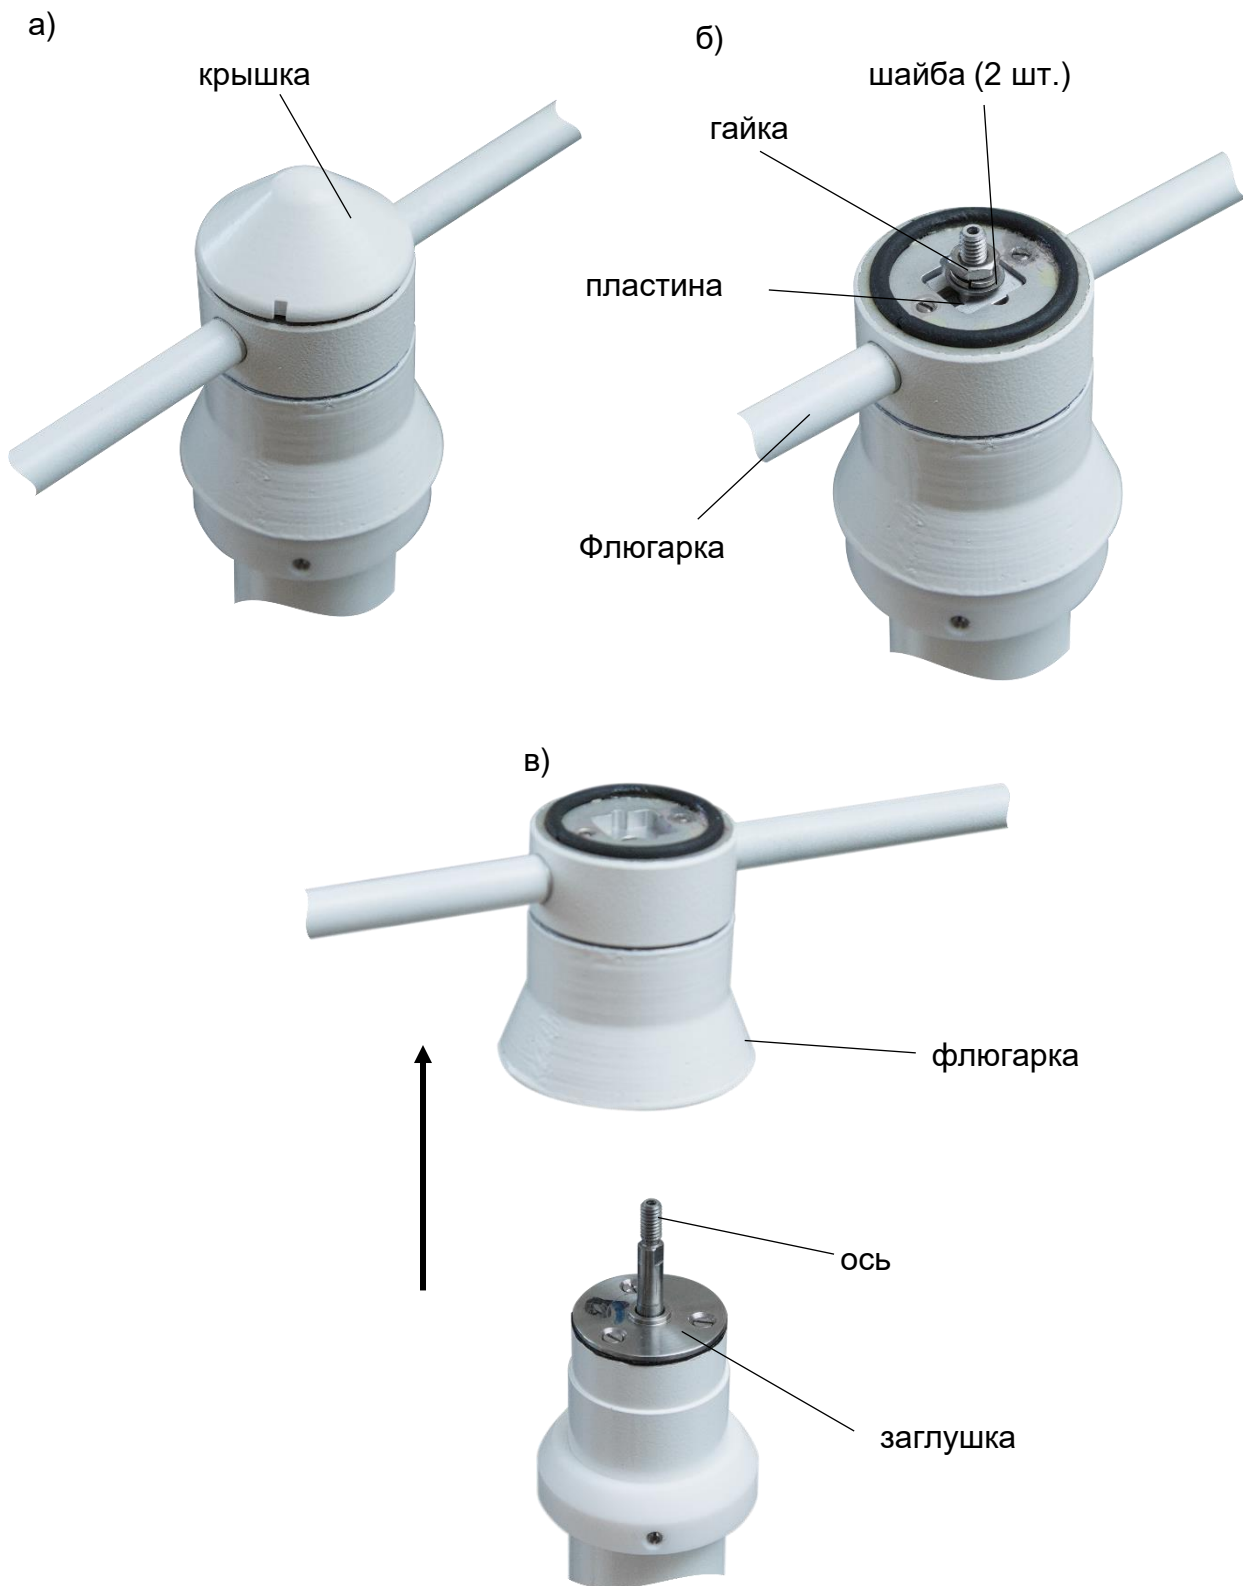

Рисунок 3.1 – Снятие флюгарки/вертушки
- открутить крышку, приспособлением из комплекта запасных частей, инструмента и принадлежностей (рисунок 3.1 а);
- открутить гайку, извлечь две шайбы и пластину (рисунок 3.1 б);
- снять флюгарку/вертушку (рисунок 3.1 в).